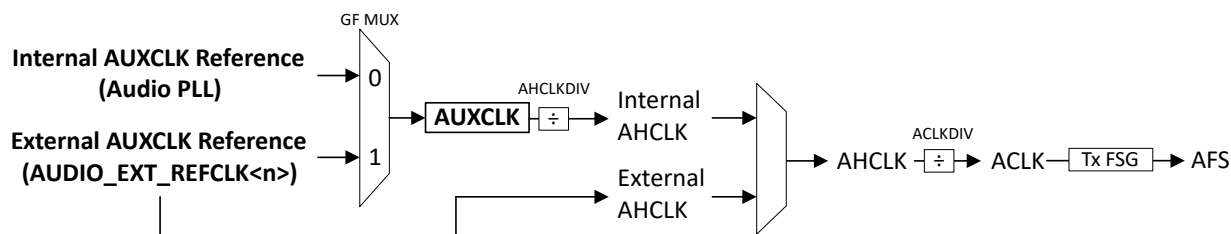

图 3-2. McASP 示意简图
每个 McASP 都有一个发送 (TX) 域和一个接收 (RX) 域。图 3-2 显示了代表 TX 或 RX 域的单个时钟域。